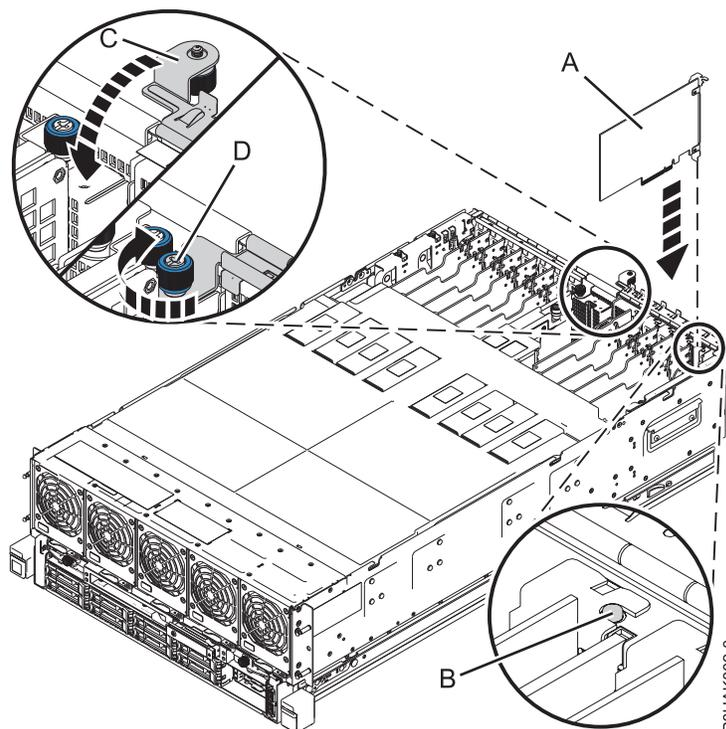

Figure 18. Installation ou remise en place d'une carte PCIe dans le système 8408-44E ou 8408-E8E
7. Saisissez avec précaution le bord supérieur ou la contre-poupée de la carte et alignez la carte avec l'emplacement et son connecteur sur le fond de panier du système (A), comme illustré dans la figure 18, à la page 28.
9. Assurez-vous que l'encoche de la contre-poupée entre en contact avec la broche sur le châssis du système. Voir (B) dans la figure 18, à la page 28.
10. Fermez le support de fixation d'E-S (C) en le faisant pivoter vers le bas, puis serrez la vis moletée captive (D) jusqu'à ce qu'elle soit fixée au châssis du système. Voir figure 18.